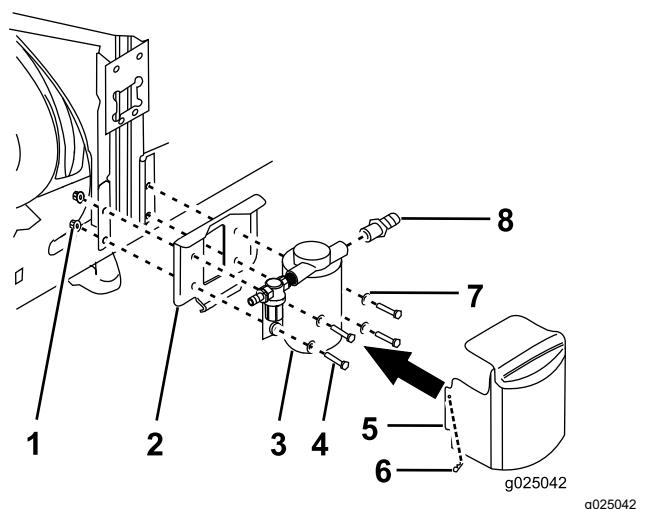

Bild 23
3. Befestigen Sie die Spülpumpe und die Spülpumpenhalterung mit den 4 Schrauben (1/4 x 1-3/4 Zoll), 4 Scheiben (1/4 Zoll) und 4 gezahnten Bundmuttern (1/4 Zoll) an der Ventilhalterung (Bild 23).